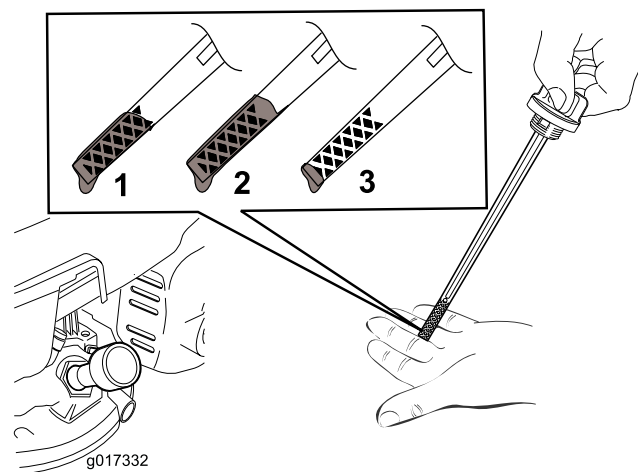

Figure 12
5. Pour déterminer le niveau d'huile correct indiqué par la jauge, voir Figure 12.
Remarque: Versez de l'huile dans le carter moteur jusqu'à ce que la jauge indique le niveau correct, comme montré à la Figure 12. Si vous remplissez excessivement le carter moteur, vidangez l'excédent d'huile comme expliqué sous Vidange de l'huile moteur \(page 16\).